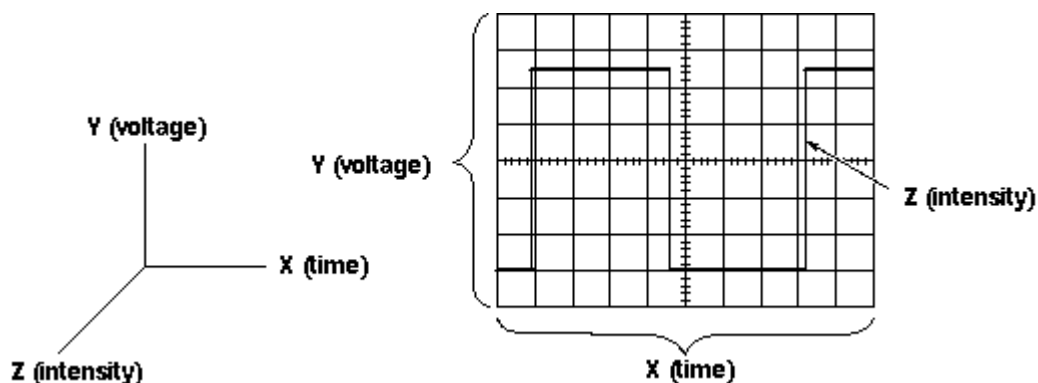

Figura 1: Componentes X, Y y Z de una exhibición de una forma de onda
El osciloscopio es básicamente un exhibidor de gráficos; es decir que dibuja un gráfico de una señal eléctrica. En la mayoría de las aplicaciones la señal cambia en el tiempo y en consecuencia también lo hará el gráfico. El eje vertical (Y) representa la tensión y el horizontal (X) representa el tiempo. La intensidad o brillo de la exhibición es algunas veces llamada eje Z. (Ver figura 1). Este gráfico simple puede decir algunas cosas acerca de la señal.